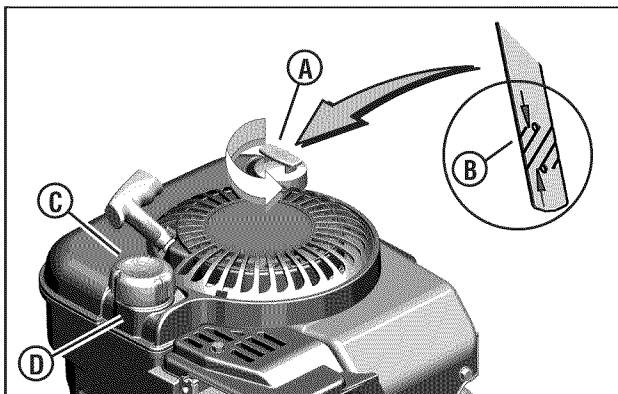

Figura 5: Llenado de aceite y combustible
- Saque la varilla de nivel de aceite (A, Figura 5) y límpiela con un paño limpio.
- Saque la varilla y compruebe el nivel del aceite. Debe estar en la parte superior del indicador de lleno (B) de la varilla.
- Retire la tapa del depósito de combustible (C, Figura 5).
- Llene el depósito con combustible. Consulte la sección titulada "Recomendaciones sobre combustible". Para permitir que el combustible se expanda, no lleve el depósito por encima de la parte inferior del cuello del tanque de combustible (D).